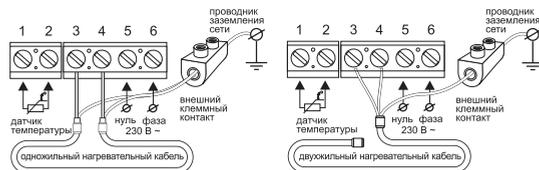

Рис. 3
Установите монтажную коробку или распаечную коробку (если используется). Подведите к ней провода питания, установочные провода нагревательного мата или секции и установочный провод датчика температуры пола. Подайте напряжение на провод питания. Индикатором определите фазовый и нулевой провода и отметьте их. Датчик температуры подключается к клеммам 1 и 2 (полярность при этом не имеет значения). Напряжение питания (переменное 230 В) подается на клеммы 5 и 6, причем фаза (определяемая индикатором) – на клемму 6, а ноль – на клемму 5. Выводы нагревательной секции или мата подключаются к клеммам 3 и 4; вывод экранирующей оплетки (желто-зеленый провод) – к линии защитного заземления (РЕ) через внешний клеммный контакт (не входит в комплект поставки) (рис. 3).
1. Выполните подключение согласно рис. 3.